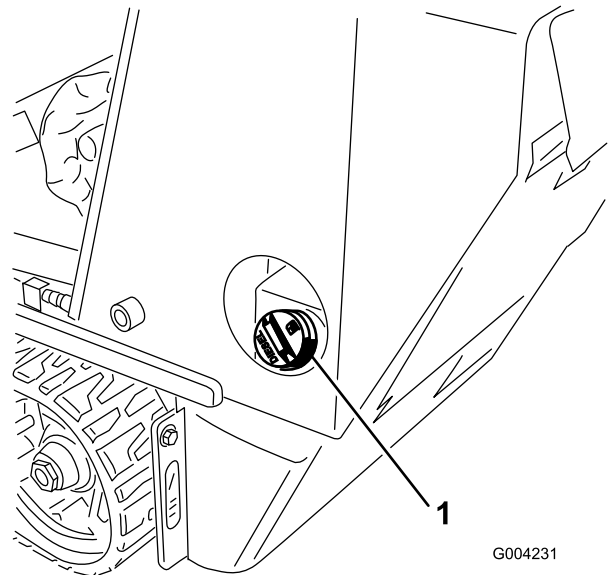

Figura 16
1. Retire el tapón del depósito de combustible (Figura 16).